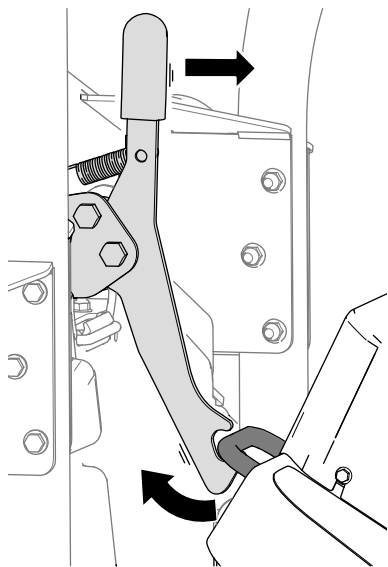

Figura 41
1. Rilasciate il fermo dell'apparato di taglio dalla staffa di ancoraggio (Figura 41) ruotando l'apparato di taglio leggermente in avanti (fate riferimento a Figura 39) e tirando la maniglia del fermo in avanti.